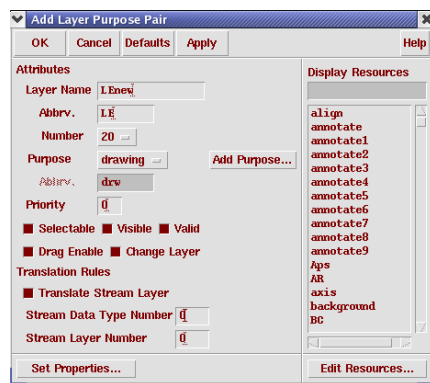

图 6.2 Add Layer Purpose Pair 窗口
- ① 在 CIW 窗口中，选择 Tools→Technology File Manager，在工艺文件工具栏中选择 Edit Layers，弹出 Layer Purpose Pair Editor 窗口，确保 Technology Library 设置为 design。
- ② 在 Filter 选项区，点击 Both。
- ③ 在 Layer Purpose Pairs 选项区，选择 Add，弹出 Add Layer Purpose Pair 窗口，如图 6.2 所示。
- ④ 设置各区域参数如下：
- ⑤ 与图 6.2 对比无误后点击 OK，完成设置。